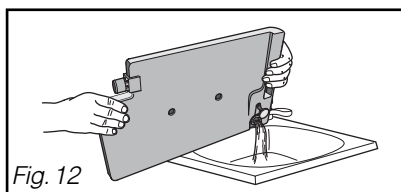

Fig. 12
*Le bac de récupération doit être vidé après chaque cycle de séchage (Fig. 12).*
- Videz le bac (Fig. 12).